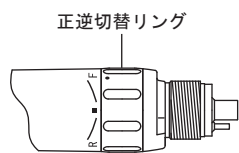

図3
- 1) 正回転させる時は、正逆切替リングをF側へ回します。(図3)